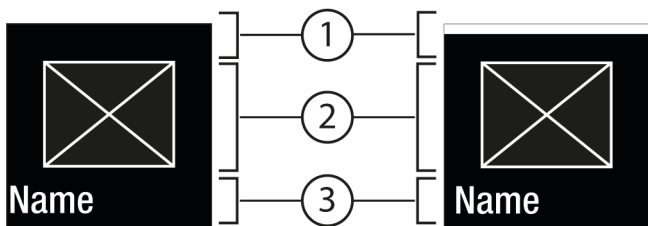
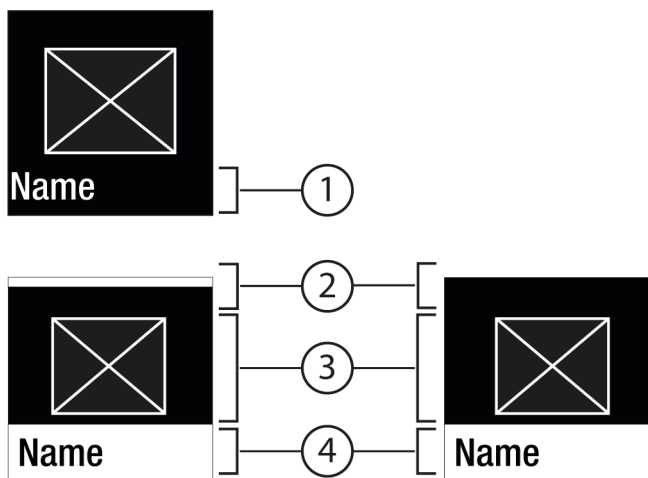

Fig. 6
Fig. 7
- Mit Bestätigen Fig. 5 (2) das Untermenü Fig. 7 (4) aufrufen.
- Neuen Wert einstellen: Mit Bestätigen Fig. 5 (2) einen deaktivierten Wert Fig. 6 (1) auswählen.
- Zurück ins Menü: Mit Bestätigen Fig. 5 (2) den bereits aktivierten Wert Fig. 6 (2) auswählen.
- ▷ Status: aktiviert *Fig. 6 (1)* erscheint kurz im Untermenü *Fig. 7 (4)*.